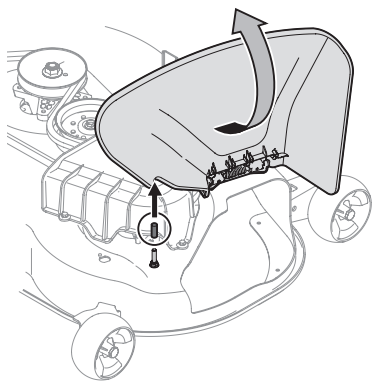

Fig. 3
1. Haga pivotar el deflector del canal de descarga hacia arriba y quite la cubierta protectora de la clavija que se encuentra en la superficie de la plataforma. Consulte la Fig. 3.